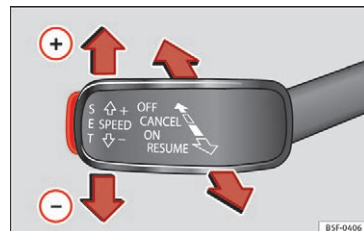

Fig. 48 På venstre side af ratstammen: tredje betjeningsarm til betjening af fartpiloten
- Aktivering af fartpilot: Placer den tredje arm i position **ON** »» Fig. 48. Systemet aktiveres, men da der endnu ikke er gemt nogen hastighed, regulerer systemet ikke endnu.
- Brug af fartpilot: Tryk på knappen **SET** »» Fig. 48. Den aktuelle hastighed gemmes, og systemet regulerer.
»» Fig. 48, og slip den, eller trød på bremsepedalen. Reguleringen deaktiveres midlertidigt.
- Genoptagelse af fartpilots regulering: Placer armen i positionen **RESUME** »» Fig. 48, og slip den. Den gemte hastighed gemmes og indstilles på ny.
- Deaktivering af fartpilot: Placer den tredje betjeningsarm i positionen **OFF** »» Fig. 48. Systemet bliver deaktiveret, og den gemte hastighed bliver slettet.